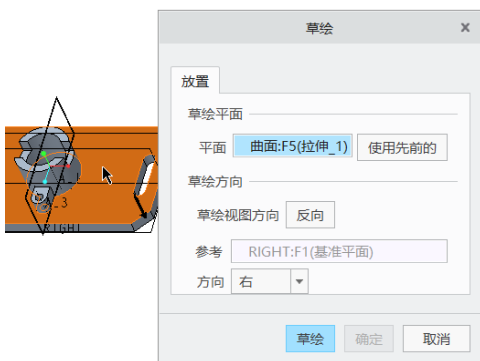

图 5-5 指定草绘平面
- 6 在模型中单击图 5-5 所示的模型平整面作为草绘平面, 以 RIGHT 基准平面作为“右”方向参照, 然后单击“草绘”对话框中的“草绘”按钮, 进入内部草绘器。